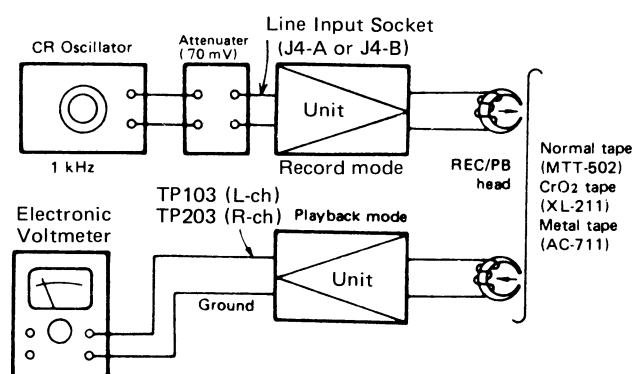

Figure 6-4
- Connect instruments as shown in Figure 6-4, adjust variable resistor VR103 or VR203 so that the record/playback sensitivity is as shown in Table 6-4 and 6-5.
- Brancher les instruments comme le montre la Figure 6-4 et régler la résistance variable VR103 ou VR203 de telle sorte que la sensibilité d'enregistrement/lecture soit comme montrée sur les Tableaux 6-4 et 6-5.